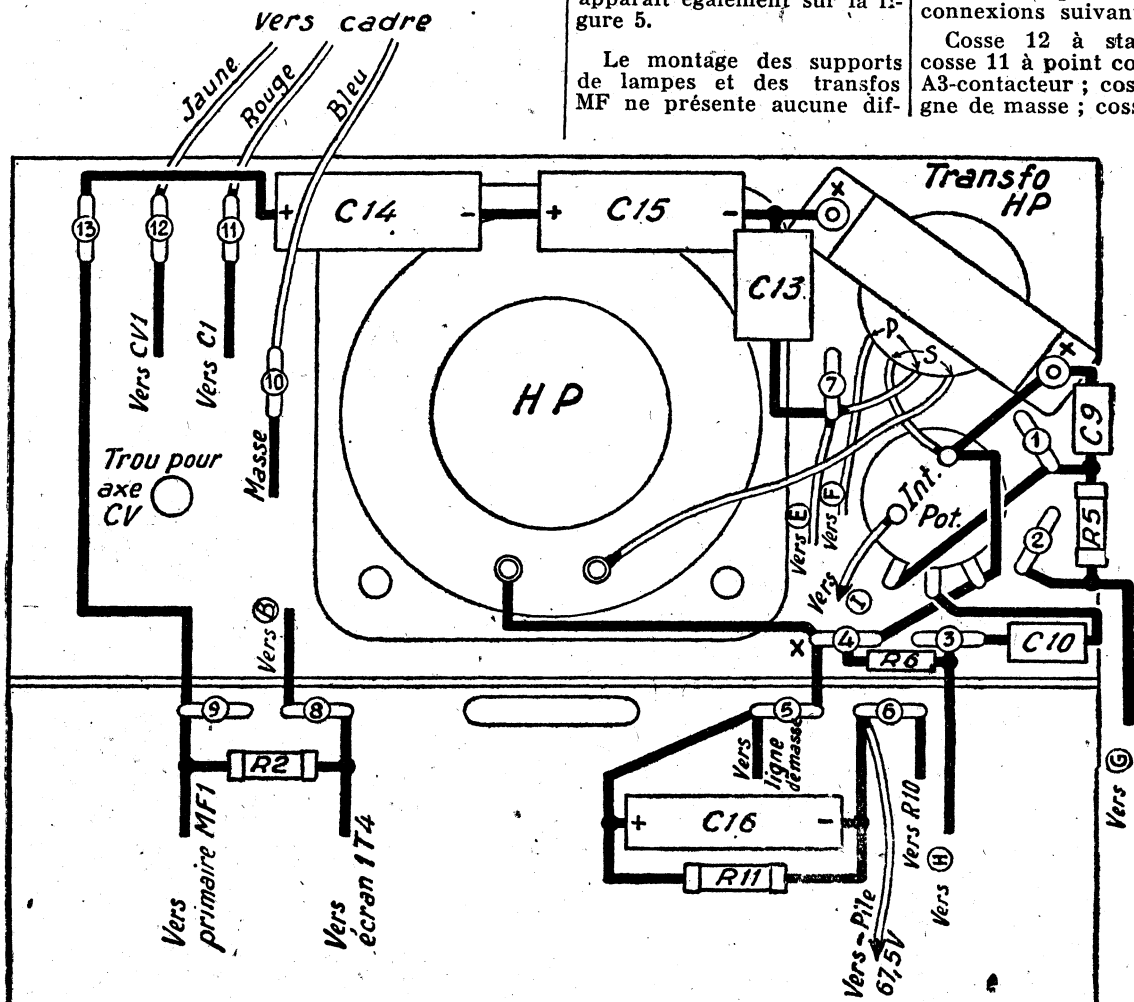

Figure 3
Ces numéros n'ont pas été reproduits sur les plans, car ils auraient risqué d'amener une confusion avec les cosse de la figure 3. A la place, nous avons mis des lettres arbitraires : A pour 3, B pour 4, C pour 1, D pour 2.
**Raccordement de la platine au panneau.** — Le levier P.O.-G.O. passe dans l'évidement situé au-dessous du haut-parleur sur la figure 3; pour ce faire, il convient évidemment de desserrer la vis-pointeau, afin de rendre le levier fou sur son axe, pour faciliter son passage. La platine est fixée solidement avec deux équerres. Il ne reste qu'à effectuer les connexions suivantes :
lue. Ne pas omettre une cosse sur chaque vis de fixation du transformateur. Câbler d'après la figure 3. Les fils terminés par des flèches